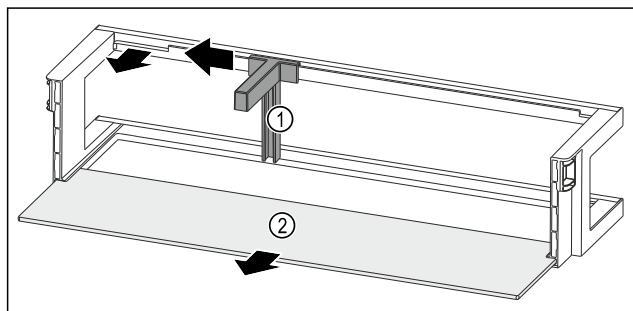

Fig. 261 Balconcino controporta con fermabottiglie e ripiano
- Spingere il fermabottiglie Fig. 261 (1) lateralmente fino all'incavo.
- Rimuovere il fermabottiglie Fig. 261 (1).
- Rimuovere il ripiano Fig. 261 (2).